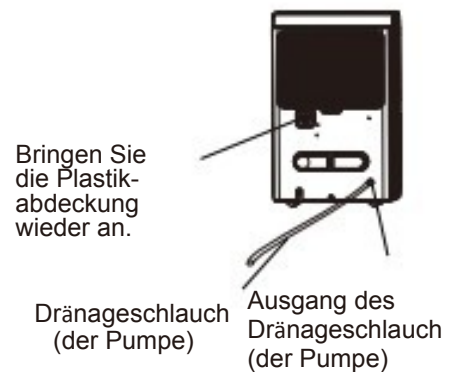

Abb.11
- Entfernen Sie den Dauerdrängeschlauch der Einheit und bringen Sie die Plastikabdeckung an dem Ausgang des Schlauch an, indem Sie nach rechts drehen (Abb. 11).
- Bringen Sie den Drängeschlauch an dem Pumpenausgang bei mind. 15 mm Tiefe an (Abb. 11), danach ziehen Sie sie bis zum Bodenabfluss (oder einem anderen angemessenen).